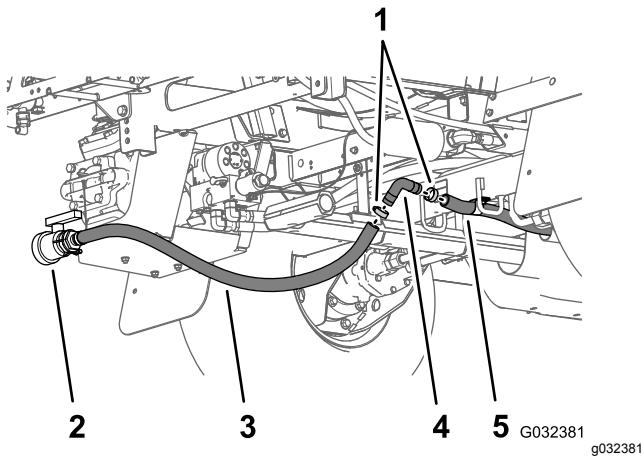
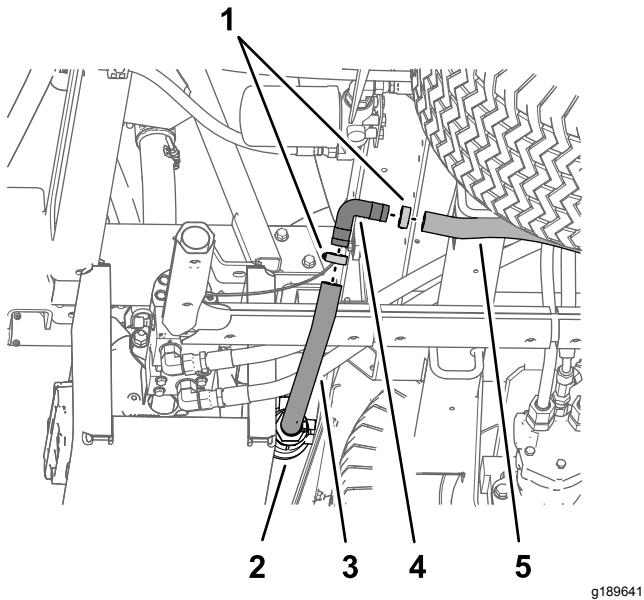

Figura 46
Figura 47
8. Inserite il raccordo dentellato a 90° rimosso in precedenza nella fase 3 nel flessibile della valvola di spurgo e nel flessibile di spurgo del serbatoio posteriore (Figura 46 e Figura 47).
9. Fissate il raccordo dentellato a 90° e i flessibili di spуро con i 2 morsetti del flessibile rimossi alla fase 2 (Figura 46 e Figura 47).